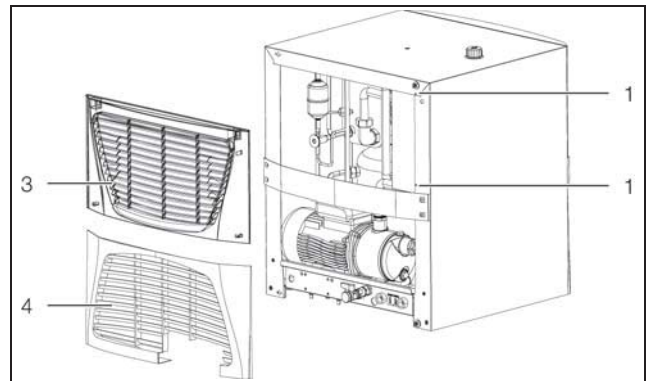

Fig. 42 : Préparation du raccordement SPS (3320.600 et 3334.600)
- Ôter les grilles à lamelles (fig. 42, pos. 3 et 4) de la partie arrière du refroidisseur d'eau.